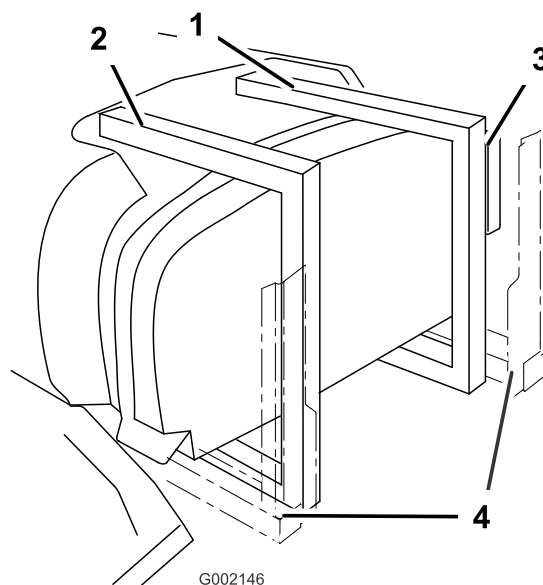

Figure 4
4. Les supports doivent entourer l'arrière de la cuve (Figure 4).